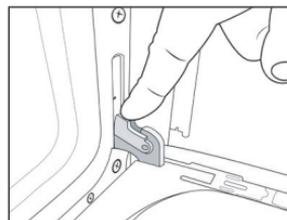

Fig. 24
- Para colocar la puerta proceda de manera inversa teniendo especial cuidado en llevar el gancho a la posición mostrada en la fig 24.